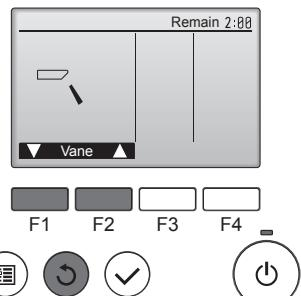

Fig. 6-6
- ① Prüfen Sie die automatische Klappensteuerung mit den Tasten **F1** **F2**. (Fig. 6-6)
- ② Drücken Sie die Taste **③**, um zum "Test run operation" (Testlauf) zurückzukehren.
- ③ Drücken Sie die Taste **④**.